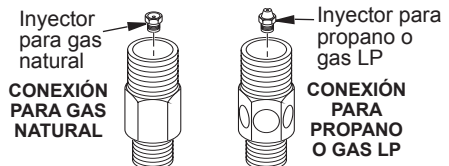

Figura 12 - Conectores de entrada del quemador con inyectores
- Quite el conector de entrada del quemador del conjunto de la charola del quemador. NO quite el orificio de esta conexión. El conector de entrada del quemador para propano o gas LP está incluido en el paquete de ferretería (consulte la figura 12).